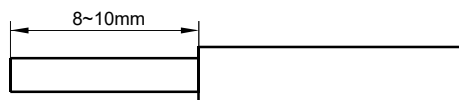
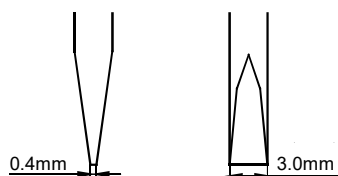

图 1
图2
导线前端需剥去 8mm-10mm 的绝缘保护层, 如图 1 所示。套管导线长度 ≥ 10mm, 请务必按此尺寸使用。
- 若剥去保护层过短则可能引起导线被拔脱，若过长则可能与邻近的导线发生短路。若使用冷压端子的绞线时，请事先将绞线的丝须扭紧后再使用，以免丝须松散。接线时，请使用如图2所示的螺丝刀。
- 导线螺丝刀的插入位置及螺丝刀插入方向如图2所示。
将继电器插座防脱卡扣呈现于打开状态（详见图1），将继电器对准插座主体型腔（详见图2），然后逆时针扳动防脱卡扣，同时轻轻下压继电器，直至继电器完全装入插座（详见图3）。
(图1)
(图2)